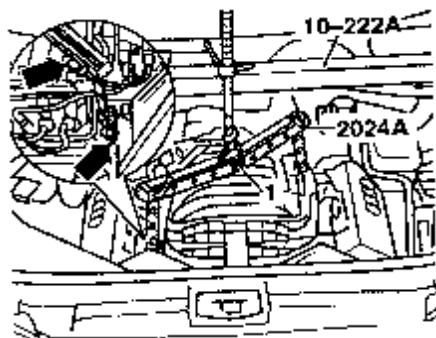

图 8-35 固定销棒
- (9) 拆下吊具 2024A 上的吊环，将销棒插到吊具中间孔中并用开口销卡住，如图 8-35 所示。把吊具 2024A 上的销棒接到支承架 10-222A 的轴上，将吊具挂到发动机右前和左后位置，同时拔下 1、6 缸火花塞。